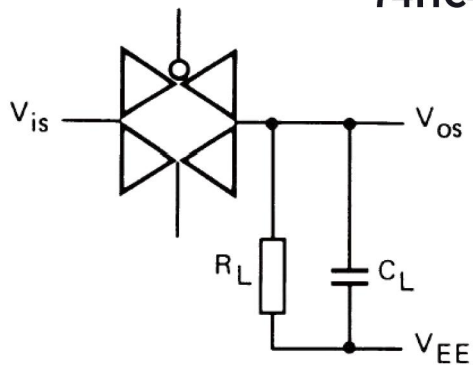

图 4
4. $R_L=10K\Omega$; $C_L=15pF$; 通道开; $V_{is}=V_{DD}$ (P-P) /2(正弦波, 在 $V_{DD}/2$ 处对称), $f_{is}=1KHz$; 如图 4 所示
7. $R_L=1K\Omega$; $C_L=5pF$; 通道关; $V_{is}=V_{DD}$ (P-P) /2(正弦波, 在 $V_{DD}/2$ 处对称); $20lg(V_{os}/V_{is})=-50dB$; 如图 4 所示
8. $R_L=1K\Omega$; $C_L=5pF$; 通道开; $V_{is}=V_{DD}$ (P-P) /2(正弦波, 在 $V_{DD}/2$ 处对称); $20lg(V_{os}/V_{is})=-3dB$; 如图 4 所示